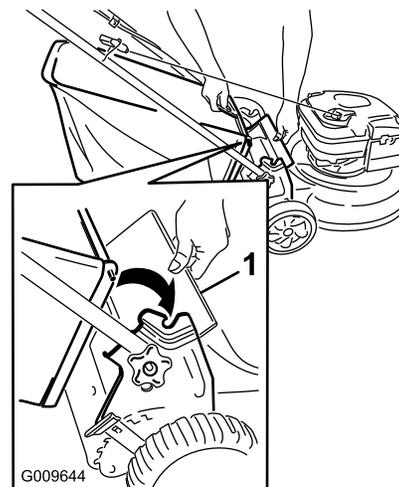

Figura 14
1. Levante el deflector trasero (Figura 14).
2. Introduzca el asa de la bolsa de recortes en las muescas de los soportes del manillar (Figura 14).